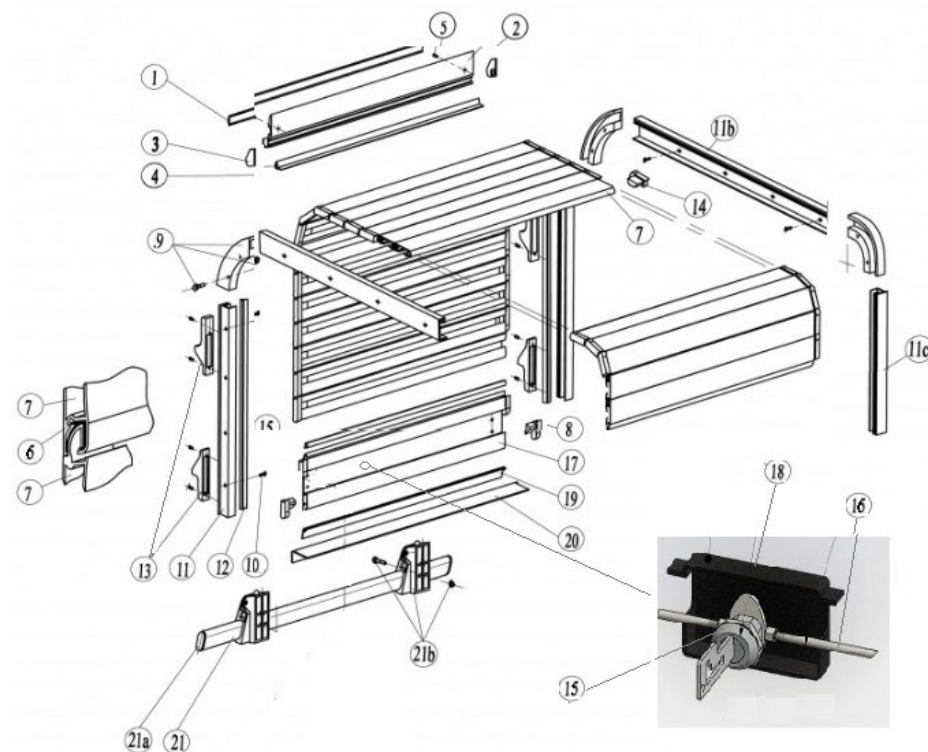

Рис.1
Согласно **монтажной схеме** и **Рис.1**. Установка порога (12) на конструкции машины (порог устанавливается или заклепками или силиконом). Далее крепиться на стенки отсека сектор (9), Разворачивается полотно двери и в пазы сектора, заводятся часть полотна. Расправив полотно двери по его бокам устанавливаются направляющие (11). Далее надежно удерживая полотно двери и направляющие вся конструкция устанавливается в проем отсека. Придерживая направляющие, поднимается полотно двери вверх. При помощи клепок из монтажного комплекта направляющие (11) фиксируются в проеме. Из карниза (2) удаляется декоративная планка (1) и над дверью на саморезы из монтажного комплекта устанавливается карниз, вставляется на место планка (1) и с торцов карниза устанавливаются заглушки (3).